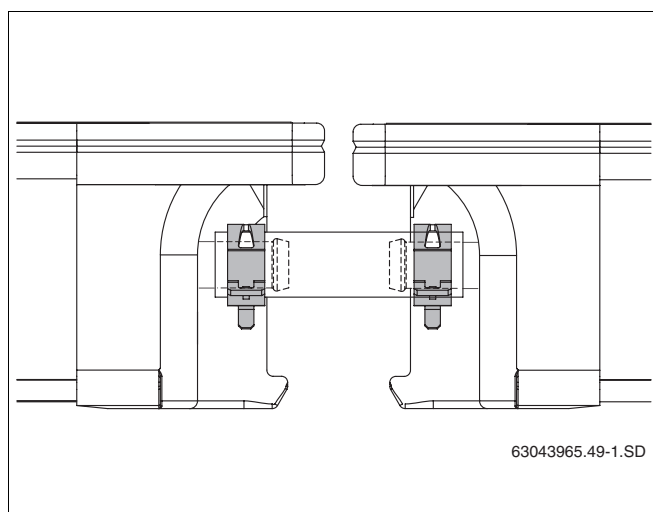

Fig. 47 Tubo di gomma per solare con fascette elastiche correttamente posizionate
- Fissare tutti i tubi di gomma per solare agli attacchi dei collettori con una fascetta elastica (fig. 47).